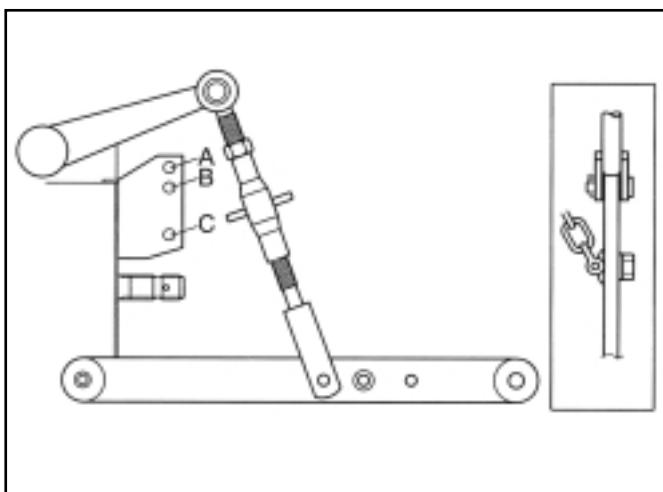

FIG. 57 / ABB. 57 / FIG. 57
L'attelage fournit 3 positions pour connecter la tige supérieure au tracteur (Fig. 57).
Normalement, les tiges de relevage sont attachées aux trous les plus à l'avant dans les raccords inférieurs, comme illustré dans la Fig. 57.
Das Hubwerkgestänge bietet drei Positionen zur Anbringung der Anlenkstange (Abb. 57).
Normalerweise werden die Hubstangen an den Fig.57. vorderen Bohrungen der unteren Lenker befestigt, wie in Abb. 57 gezeigt.
De achterhefinrichting beschikt over drie standen om de topstang aan de tractor vast te maken (Fig. 57)
Normaal gezien maakt u elke ophefstag vast in de voorste gaten van de hefarmen, zoals getoond in Fig. 57.
HINWEIS: Zum Arbeiten mit Zugregelung muss der Bolzen (2) montiert werden (wie gezeigt), während der Sicherungsbolzen von Position (X) entfernt und in Position (Y) eingeführt werden muss (Abb. 57 a).
Die Hubstange (1) und die Lenker (2) bieten ebenso verschiedene Befestigungspositionen. Normalerweise wird die untere Bohrung (Q) der Hubstangen an der vorderen Bohrung (X) im Lenker positioniert (Abb. 57 b).